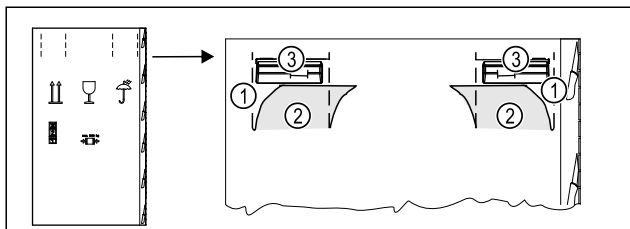

Fig. 4
- ▶ Fent, a perforálásnál Fig. 4 (1) nyomja be a csomagoló kartont.
- ▶ Húzza ki a benyomott füleket Fig. 4 (2).
- ▶ A jobb és a bal oldalon látható a hordfogantyú Fig. 4 (3).
- ▶ Tartsa meg a készüléket a hordfogantyúnál Fig. 4 (3).